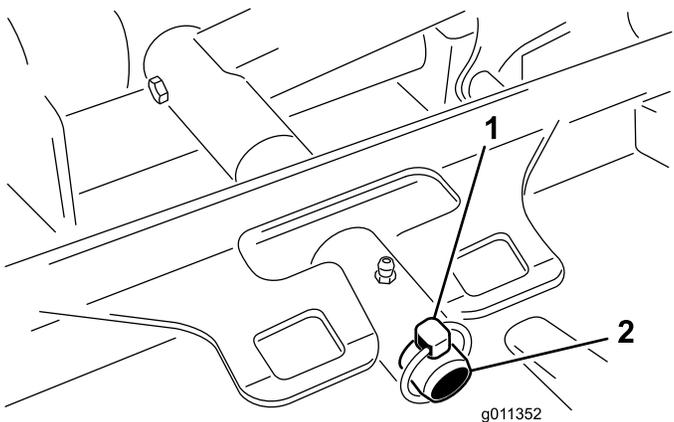

図 120
3. カッティングユニットのキャリアフレームを昇降アームのピボットピンに固定しているリンチピンランドマスター4500またはリテーナナットランドマスター4700を外す 図 120。
2. カッティングユニットのキャリアフレームを昇降アームのピボットピンにセットする 図 120。カッティングユニットをピンに取り付けるリンチピンランドマスター4500またはリテーナナットランドマスター4700を使用する。